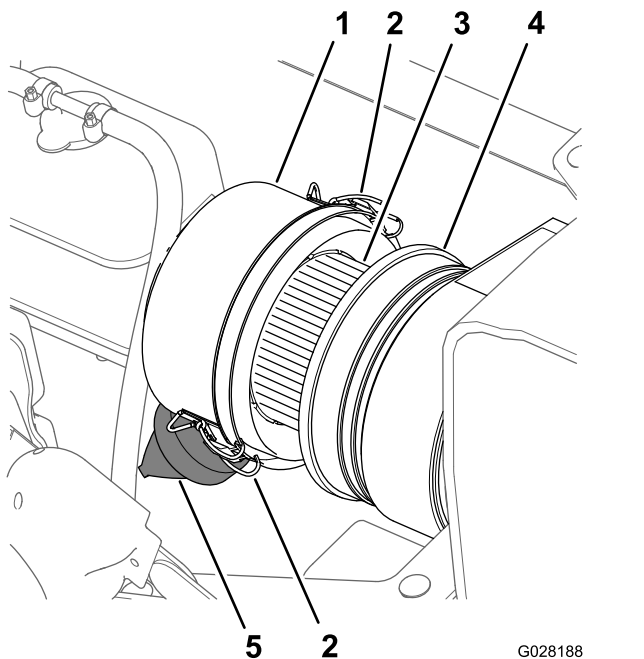
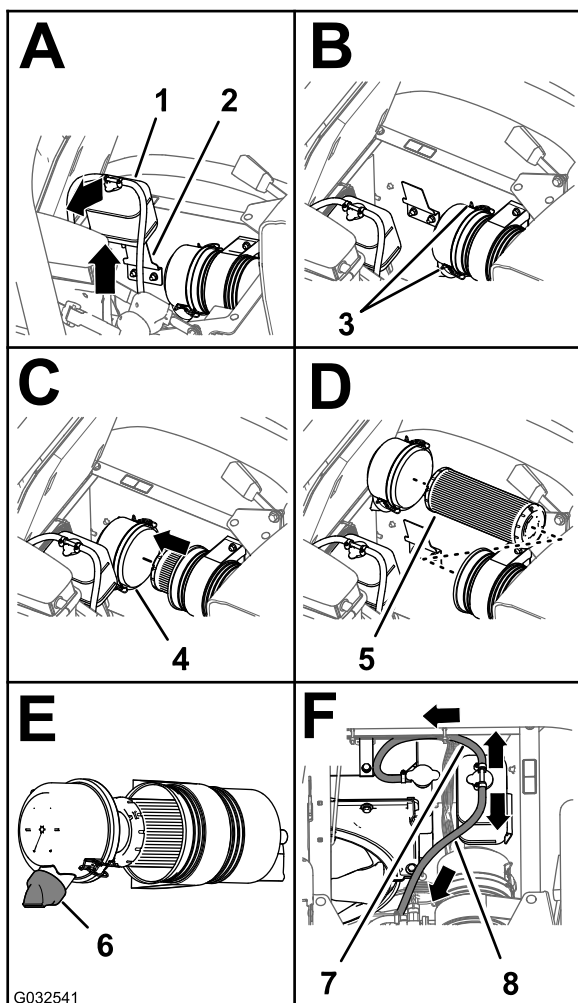

Figura 67
Figura 68
3. Pulite il coperchietto antipolvere e il corpo del filtro dell'aria (Figura 67).
4. Controllate il corpo del filtro dell'aria per escludere danni che possano causare una perdita d'aria (Figura 67).
5. Comprimate la valvola antipolvere per pulirla da sporcizia, polvere e detriti (Figura 67).
7. Verificate l'elemento del filtro dell'aria per escludere un eccessivo accumulo di polvere, sporcizia e detriti (Figura 67).
8. Montate il coperchietto antipolvere sul corpo del filtro dell'aria e fissatelo con i 2 fermi (Figura 67).
2. Pulite il coperchietto antipolvere e il corpo del filtro dell'aria (Figura 67).
3. Sollevate il serbatoio di troppopieno del refrigerante ed estraetelo dalla staffa di supporto del serbatoio (Figura 68).
- Allentate i 2 fermi che fissano il coperchietto antipolvere al corpo del filtro dell'aria (Figura 68).
- Pulite l'interno del coperchietto antipolvere, corpo del filtro dell'aria e valvola antipolvere con un panno umido (Figura 67 e Figura 68).
- Inserite l'elemento del filtro dell'aria nel corpo del filtro dell'aria (Figura 68).
- Montate il coperchio sul corpo del filtro dell'aria e fissatelo con i 2 fermi (Figura 68).
Nota: Assicuratevi che la valvola antipolvere sia allineata tra le posizioni a ore 5 e ore 7 vista dall'estremità (Figura 68).
- Allineate il serbatoio di troppopieno del refrigerante alla staffa di supporto del serbatoio e posizionate saldamente (Figura 68).
Importante: Assicuratevi che il flessibile di sfiato della pressione sia disposto in avanti e verso il basso e che il flessibile di sfiato del serbatoio sia disposto indietro, come illustrato nella Figura 68.